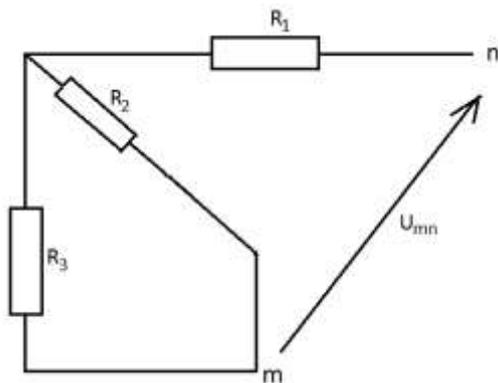

Рис. 125
1.5.2. Определим его сопротивление R_{Γ} . Для этого оборвем ветвь с источником тока и замкнем источники ЭДС (см. рис.125)